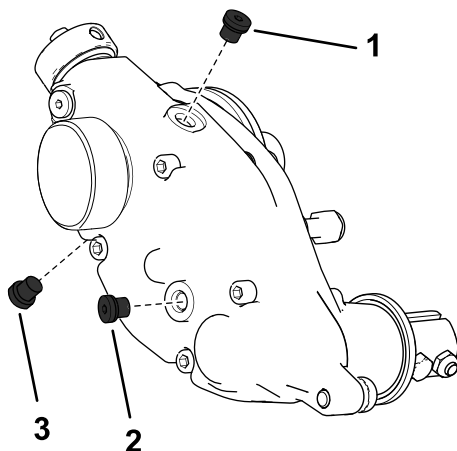

图 28
2. 取出壳体底部的排油塞图 28。
3. 取出壳体一侧的加油塞并松开顶部的排气塞以使空气通过图 28。